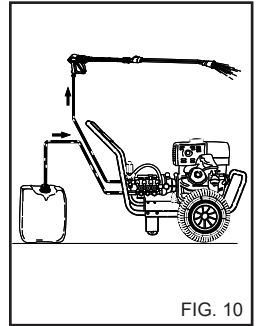

FIG. 10
lets sugslang (fig. 10) i en ren
- 4) Efter användningen med rengöringsmedel, skölj sugkretsen, sätt i rengöringsmedlets sugslang (fig. 10) i en ren vattendunk och sätt igång pumpen under 1 minut och sprutröret under vattenflödet.